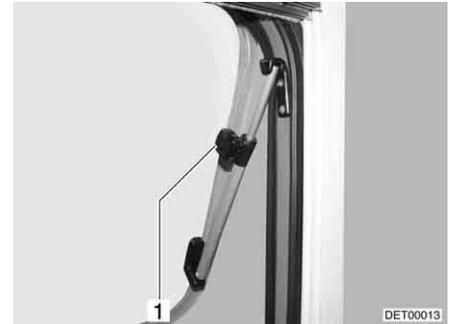

Fig. 47 Finestra apribile con deflettori a rotazione, aperta
- Aprire la finestra apribile fino alla posizione desiderata e fissarla mediante il pomello zigrinato (Fig. 47,1).
- Ruotare il pomello zigrinato (Fig. 47,1) fino a che l'arresto viene sbloccato.